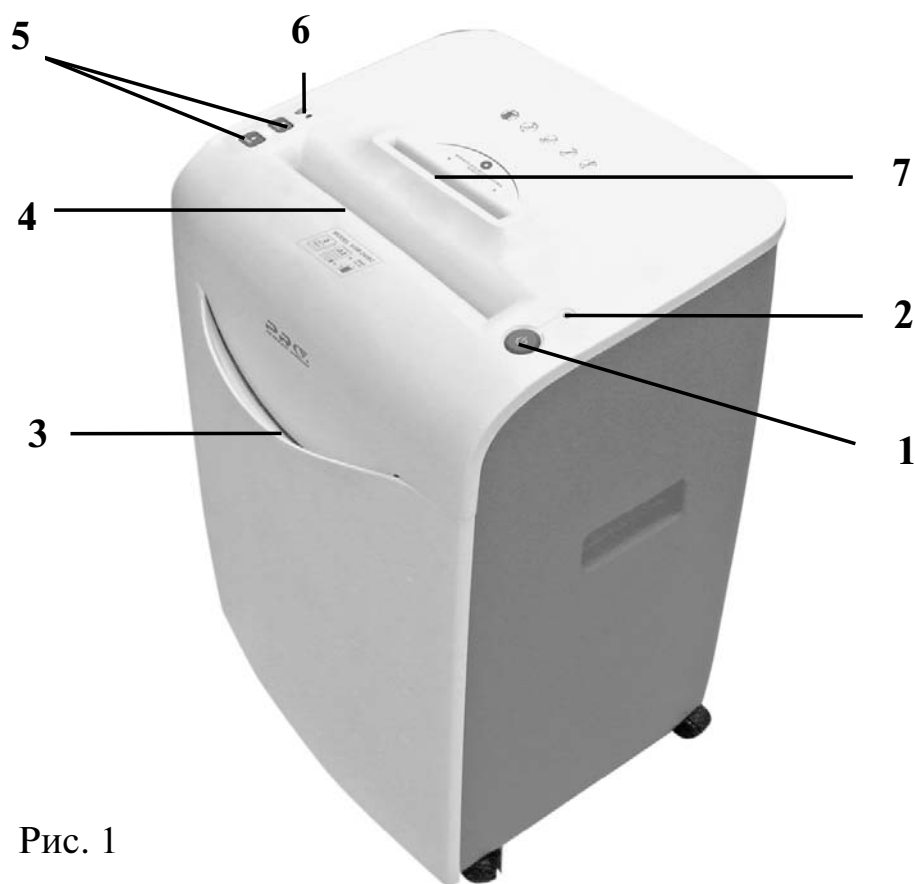

Рис. 1
1. Когда корзина полностью заполнена обрезками бумаги, вытащите корзину по направлению к себе и вытряхните ее. Не используйте уничтожитель с переполненной корзиной. При переполнении корзины загорается индикатор (Рис.1 п.б) и подается звуковой сигнал.
2. Включите уничтожитель с помощью выключателя питания Рис.1 п.1, при этом должен загореться индикатор питания Рис.1 п.2.
5. В случае застревания листов нажмите клавишу "REV" и удерживайте ее (Рис.1 п.5), двигатель начнет работать в обратном направлении, и бумага будет подаваться назад. Вытащите бумагу из приемного лотка и продолжите резку.